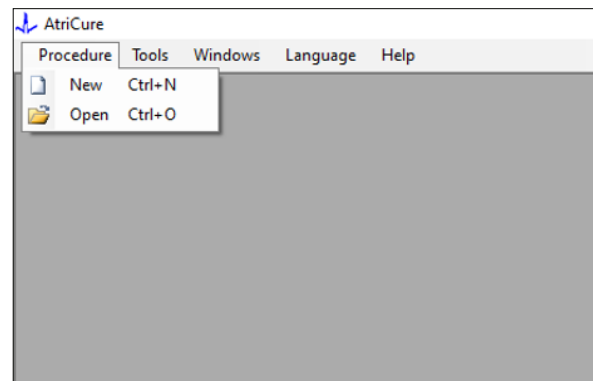
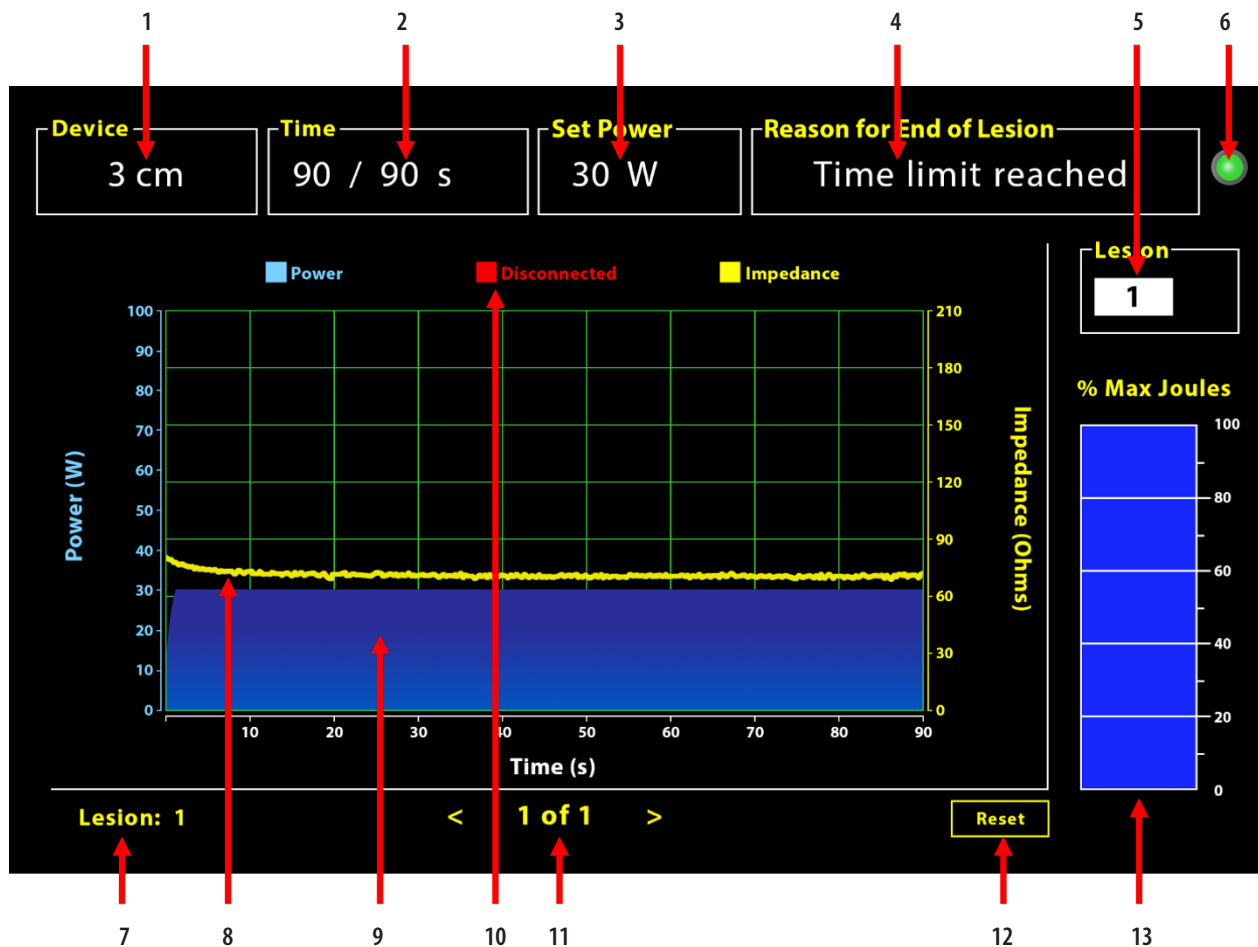

Figura 4: Opzione per aprire una nuova finestra di procedura
Figura 5: Layout dell'interfaccia del software
2. Selezionando Procedura > Nuova si apre la seguente finestra (consultare la **Figura 4** e **Figura 5**):
Il generatore continua a erogare energia a RF per l'ablazione a meno che uno dei tre criteri non sia soddisfatto. I motivi saranno visualizzati nella finestra "Motivo Fine della lesione" [n. 4 in Figura 5]: